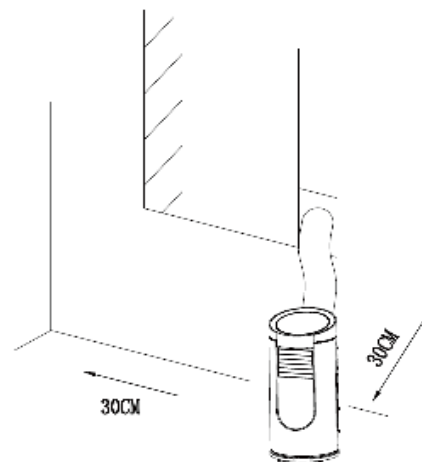

Abb. 6
- Eine abführende Klimaanlage sollte freistehend auf flachem Untergrund aufgestellt werden. Bitte blockieren Sie die Luftabfuhr nicht; der rundum benötigte Abstand beträgt mindestens 30 Zentimeter (vgl. Abb. 6).